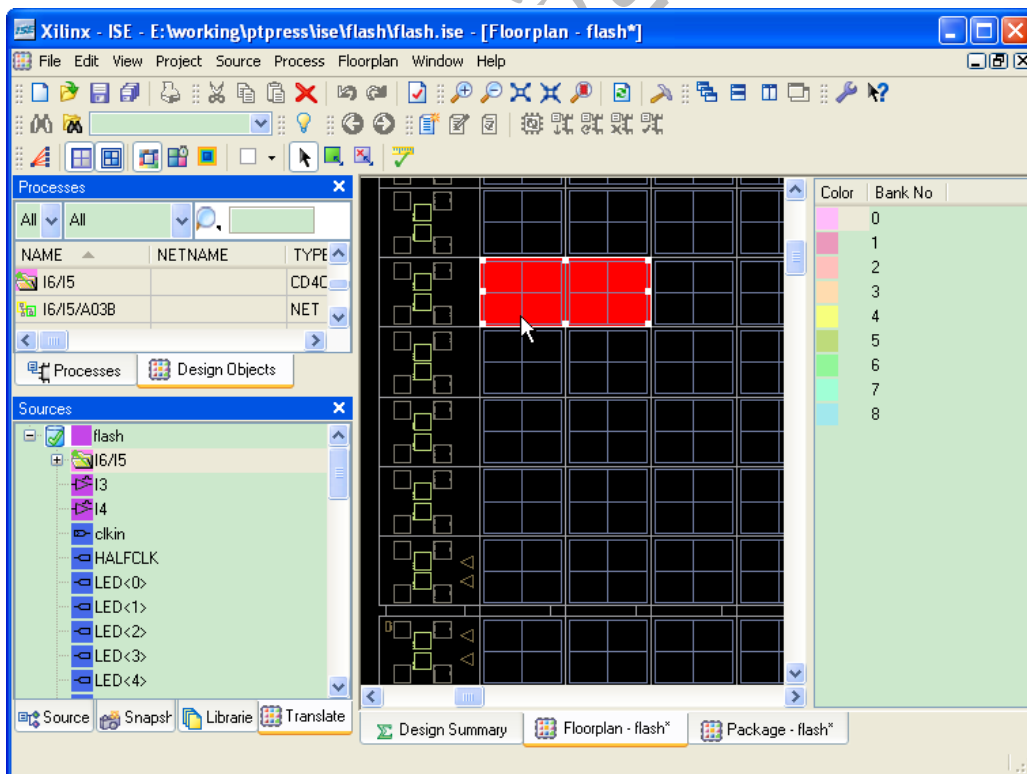

图 2.18 添加区域约束的方法
(4) 如果要将设计中的某一部分放置到 FPGA 中特定的位置，只需要在“Source”窗口中选中需要放置的模块，然后拖到“Floorplan”窗口中相应的位置即可，ISE 会自动计算资源使用的情况并分配区域，如图 2.18 所示。